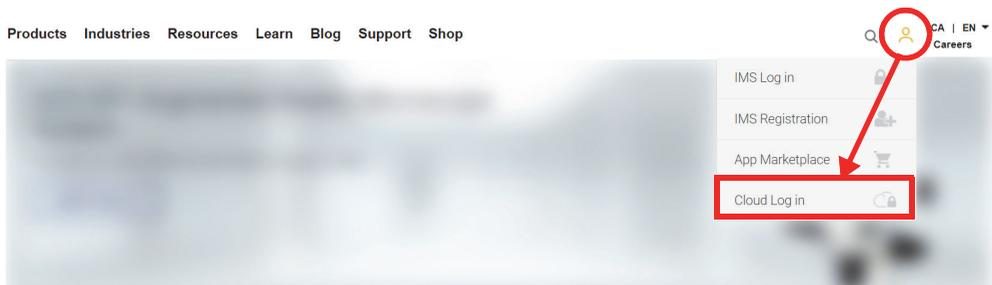

Figura 9-5 Acceso a la nube
- Si necesita crear una nueva cuenta en la OSC, diríjase a www.olympus-ims.com, y haga clic en **Iniciar sesión en nube** (Cloud Log In) para crear su cuenta (ver Figura 9-5 en la página 239).